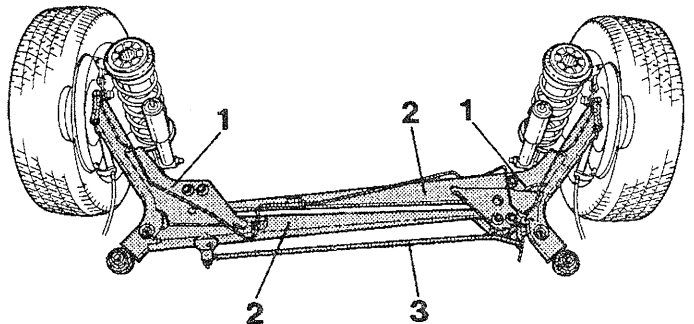

Рис. 5.6 (1 — консоль; 2 — поперечина; 3 — стабилизатор поперечной устойчивости; 4 — крепление поперечины; 5 — рулевая тяга).
14. Развал колес нельзя регулировать, можно регулировать их сходимость. Освободив крепление поперечины с обеих сторон, можно переместить рычаги поперечины (рис. 5.6). Приводятся величины только в градусах, поэтому эту работу следует поручать авторемонтной мастерской, где имеется специальное оборудование.